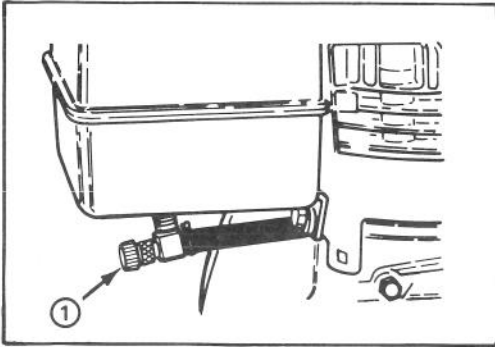

Abbildung 11
Benzinhahn (Abb. 11)—Der Benzinhahn befindet sich unten am Kraftstofftank. Den Benzinhahn schließen, um den Kraftstofffluß vom Kraftstofftank zu stoppen. Den Hahn öffnen, damit das Benzin in den Vergaser fließen kann. Den Benzinhahn schließen, wenn die Fräse nicht im Betrieb ist.
2. Den Benzinhahn unter dem Kraftstofftank öffnen (Abb. 11).